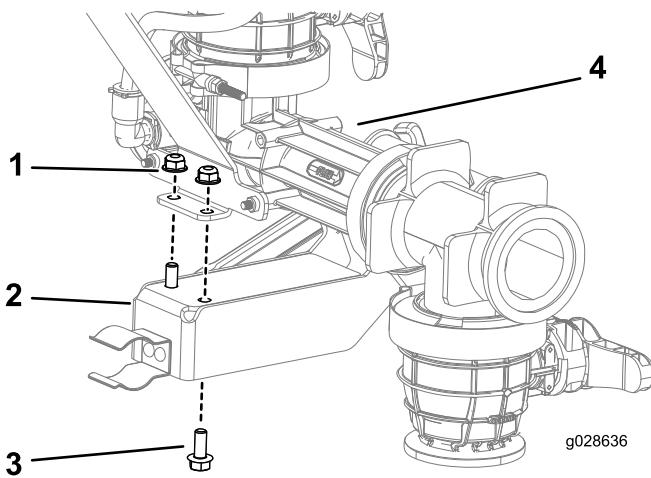

Figura 10
1. Sujete el asa al eyector usando 2 pernos con bridas y tuercas con bridas (Figura 10).
3. Alinee los taladros de la chapa de montaje del eyector con los taladros alargados de la chapa trasera del soporte (Figura 10).